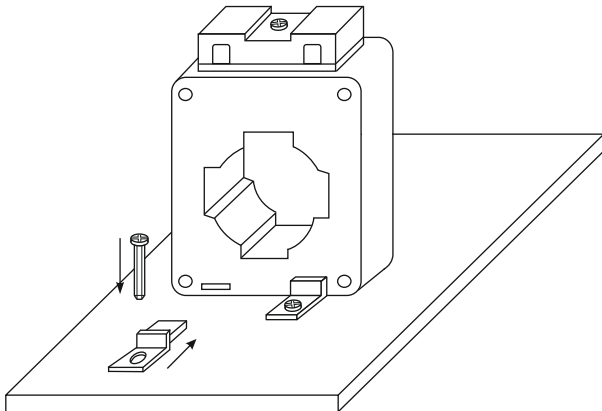

Рисунок 6 –Установка трансформаторов на монтажной панели в щитовом оборудовании при помощи держателей.
– на монтажной панели в щитовом оборудовании при помощи держателей (рисунок 6).